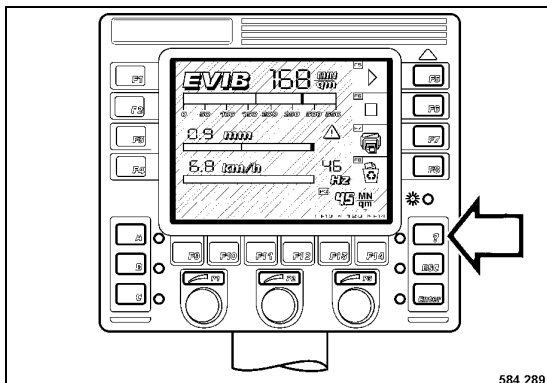

Fig. 84
- Press key "?" (menu) (Fig. 84).